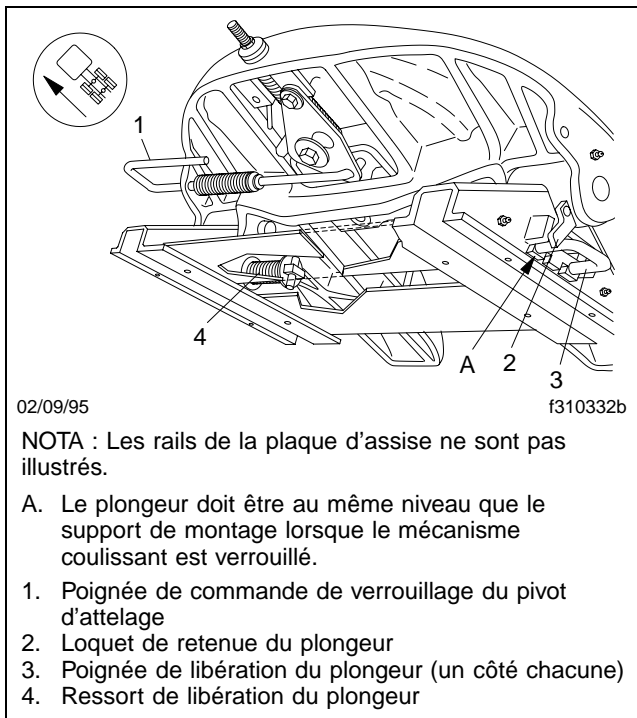
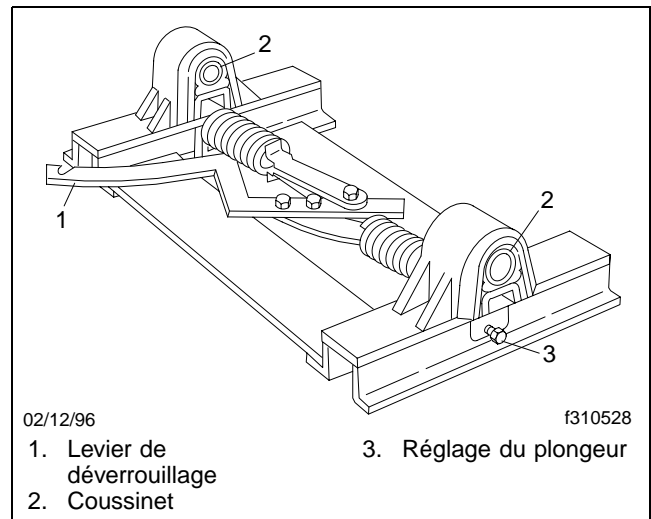
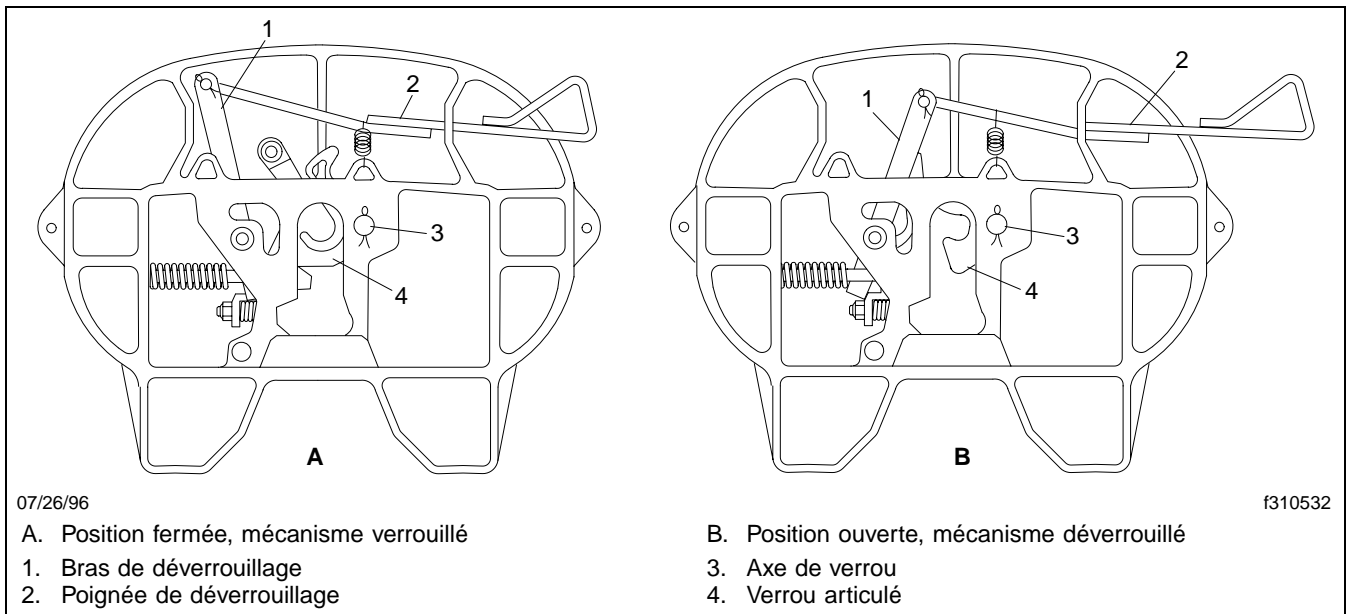
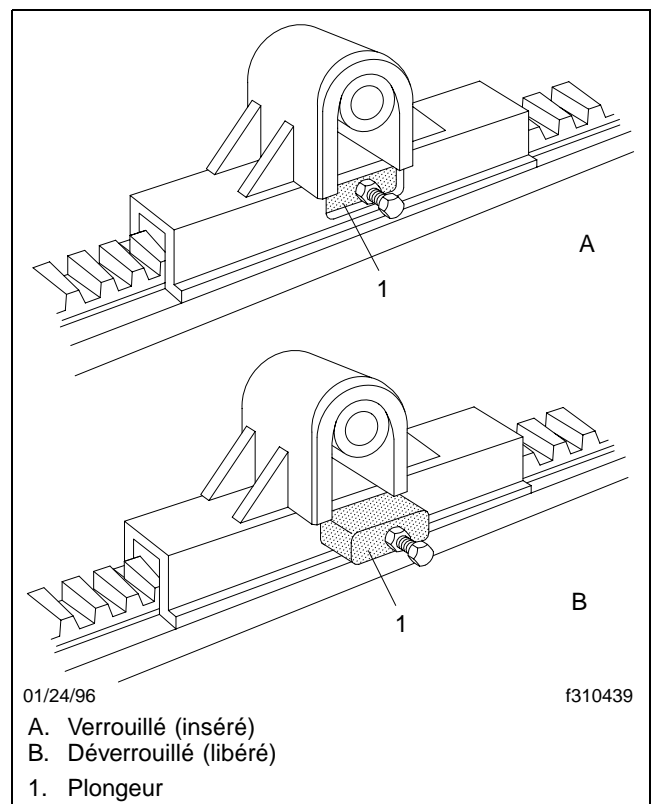

Fig. 10.3, Mécanisme coulissant à double déverrouillage manuel
Fig. 10.4, Mécanisme coulissant à simple déverrouillage manuel
Fig. 10.7, Mécanisme de verrouillage du pivot d'attelage de type «A»
Fig. 10.9, Positions du plongeur
Le mécanisme coulissant à double déverrouillage manuel (**Fig. 10.3**) comprend deux poignées de libération, une de chaque côté du support. Les deux
Le mécanisme coulissant à simple déverrouillage manuel (**Fig. 10.4**) possède un simple levier qui verrouille et déverrouille les deux côtés du mécanisme coulissant. Un crochet est utilisé pour déplacer le levier vers les positions verrouillée et déverrouillée.
Mécanisme de verrouillage du pivot d'attelage de type «A» (Fig. 10.7)
- 2.2 Pour les modèles à double déverrouillage manuel, tirez sur les deux poignées de libération du plongeur (**Fig. 10.3**) vers l'extérieur de chaque côté des supports de montage, vers la position déverrouillée. Placez le loquet de retenue du plongeur dans la rainure du plongeur. Consultez la **Fig. 10.9**.
Pour les modèles à simple déverrouillage manuel, utilisez le crochet de libération pour tirer le levier à la position déverrouillée (**Fig. 10.7**). Soulevez le levier de libération vers la position sûre derrière le cliquet de sûreté. Vérifiez visuellement les plongeurs du mécanisme coulissant pour être sûr qu'ils ont été libérés comme l'illustre la **Fig. 10.9**.
- 8.2 Pour les modèles à double déverrouillage manuel, soulevez le loquet de retenue du plongeur de chaque côté des supports de montage. Placez ensuite le plongeur de libération de chaque côté des supports de montage (**Fig. 10.3**) en position verrouillée. Assurez-vous que les plongeurs du mécanisme coulissant sont bien insérés en position verrouillée. Consultez la **Fig. 10.9**.
- 8.3 Pour les modèles à simple déverrouillage manuel, déclenchez le levier de libération (**Fig. 10.4**) pour permettre aux plongeurs du mécanisme coulissant de retourner à la position verrouillée. Vérifiez visuellement les plongeurs pour être sûr qu'ils sont en position verrouillée comme l'illustre la **Fig. 10.9**.